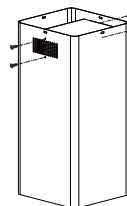

Bild.15
- Fixera T-sharp utloppet på insidan av skorstenen, se bild 15.